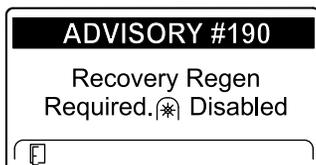

Figura 52
- É necessária uma regeneração de recuperação – tomada de força desativada AVISO N.º 190 (Figura 52)